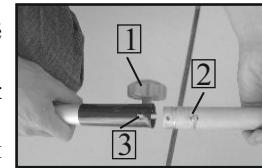

рис. 4
6.3 Установка нижней части штанги гибкого вала (рис.4).
6.3.1 Ослабьте барабанковую рукоятку **1** (рис.4), откручивая её против часовой стрелки.
6.3.2 Совместите верхнюю и нижнюю части штанги, как показано на рис.4
6.3.3 Соедините верхнюю и нижние части штанги. При этом фиксирующая кнопка **2** (рис.4) должна находиться в отверстии **3** (рис.4) соединительной муфты.
6.3.4 Затяните барабашковую рукоятку 1 (рис.4), закручивая её по часовой стрелке. Перед работой всегда проверяйте затяжку барабашковой рукоятки соединительной муфты.